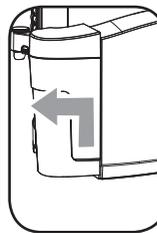

Рис.3
- 3- Чтобы извлечь графин, приподнять его и осторожно отсоединить от машины (рис.3).